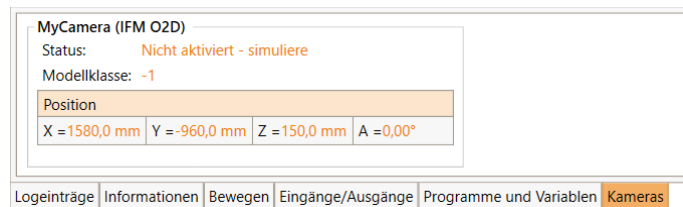

Abbildung 58: Kamera-Statusbereich
- CRI-Schnittstelle: Das Bild wird über, die Ethernet-Schnittstelle an iRC übertragen und kann dort im Kamera-Statusbereich beobachtet werden (s. Abb. 58).